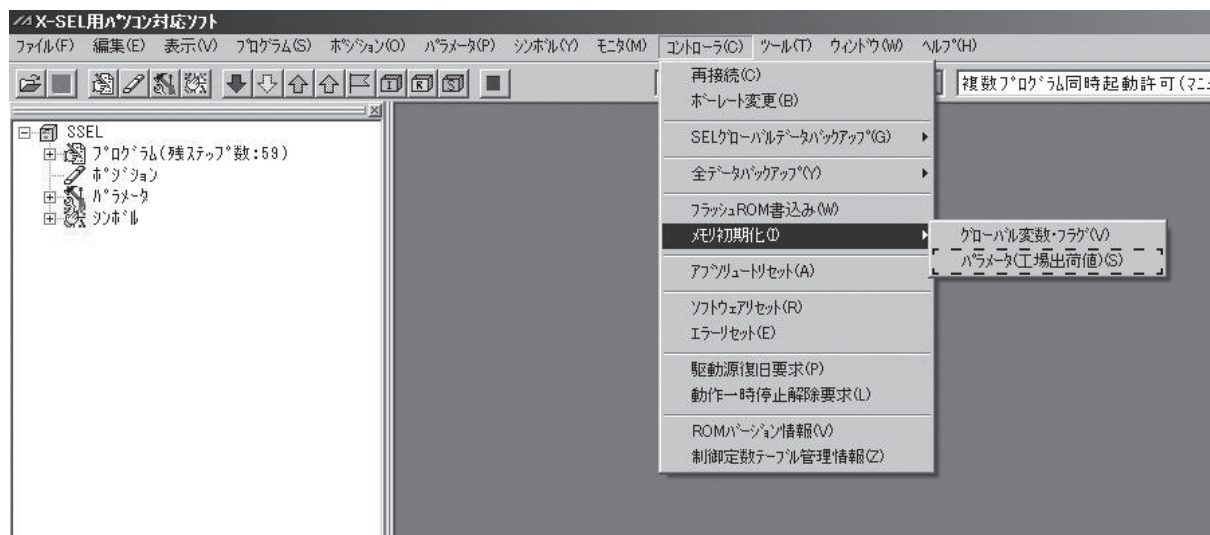

図 8.21 メニューバー（パラメータ初期化（工場出荷値）：SSEL の表示例）
- (2) 表示されたパスワード入力画面にパスワード（**5119**）を入力すると、メモリ初期化メニューに「パラメータ（工場出荷値）」メニューが表示されます（図 8.21）。